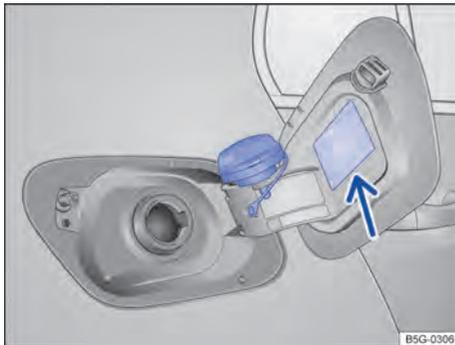

Fig. 176 Portinhola do tanque aberta com a tampa do tanque pendurada.
- Girar a portinhola do tanque no sentido anti-horário e pendurá-la em cima da portinhola do tanque ⇒ Fig. 176.
O tipo de combustível correto para o veículo está indicado numa etiqueta adesiva na parte interna da portinhola do tanque ⇒ Fig. 176 (seta).